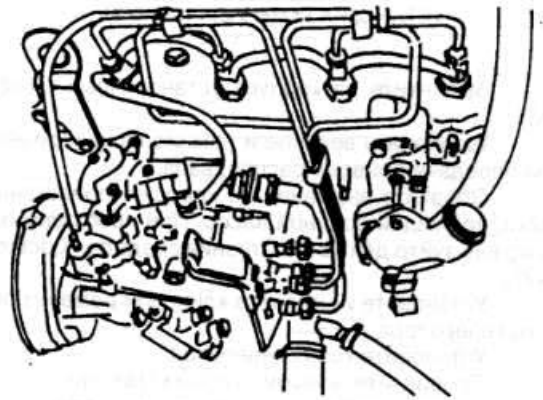

Рис. 2.65
- ♦ Снимите в комплекте топливные трубки высокого давления (рис. 2.65). Немедленно закройте их отверстия, используя пластмассовые колпачки.